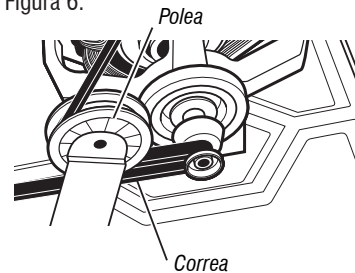

Figura 6: Quite lentamente la correa del tambor
5. Con un ohmímetro, verifique la continuidad entre el terminal neutro (N) del enchufe y J8-3 (cable blanco) en el ACU. La parte izquierda de la Figura 6 muestra la posición del terminal neutro (N) en el enchufe del cable eléctrico. También consulte la ilustración 1, pág. 105.
- Si no hay continuidad, verifique la continuidad del cable eléctrico de forma similar a la indicada en la Figura 6, pero para el hilo L1 del cable eléctrico.
7. Compruebe el motor de accionamiento. Quite lentamente la correa del motor de la polea accionada a resorte dejando caer suavemente la polea. Consulte la Figura 6.